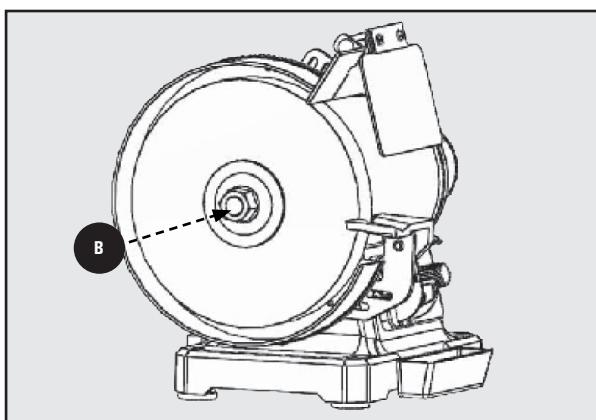

Figure 5
3. À l'aide d'une clé de 24mm, serrer l'écrou de l'arbre B tout en utilisant l'autre main pour empêcher la roue de bouger. Serrez fermement l'écrou de l'arbre. Voir la Figure 5.